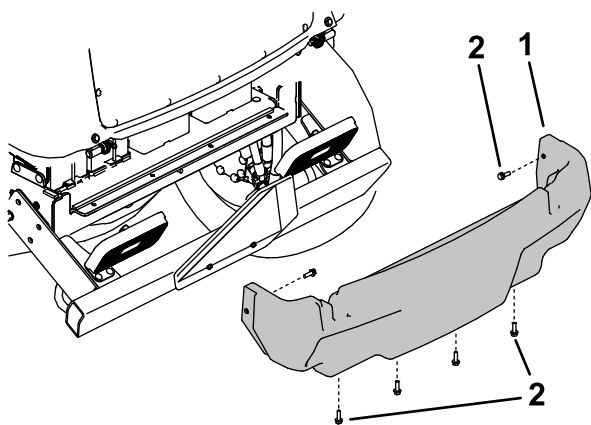

Рисунок 109
- Выверните 6 фланцевых винтов крепления заднего кожуха к раме и снимите задний кожух (Рисунок 109).
4. Установите задний кожух (Рисунок 109).